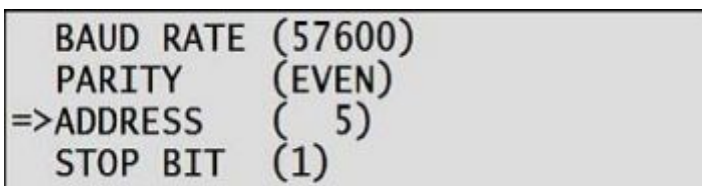

Рисунок 6.9 – Экран установки адреса в приборе
2. **Адрес устройства.** Определяет уникальный адрес устройства на канале в диапазоне от 1 до 247. Значение данного параметра должно соответствовать установленному адресу в приборе (рисунок 6.9).